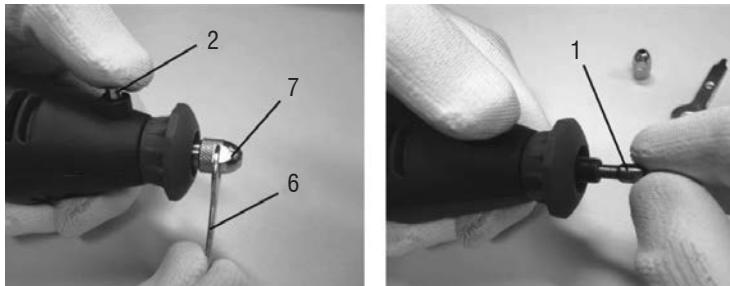

Fig. 2 – Instalação da pinça
1. Enquanto pressiona a trava do eixo (2), com a chave de boca (6), desparafuse a porca de fixação (7);
2. Insira a pinça (1) no orifício do eixo;
3. Enquanto pressiona a trava do eixo (2), aperte a porca trava (7), fig.2;
1. Segure a trava do eixo (2), com a chave de boca (6) solte a porca de fixação (7);
2. Insira a haste do acessório (8) na pinça (1), fig. 2;